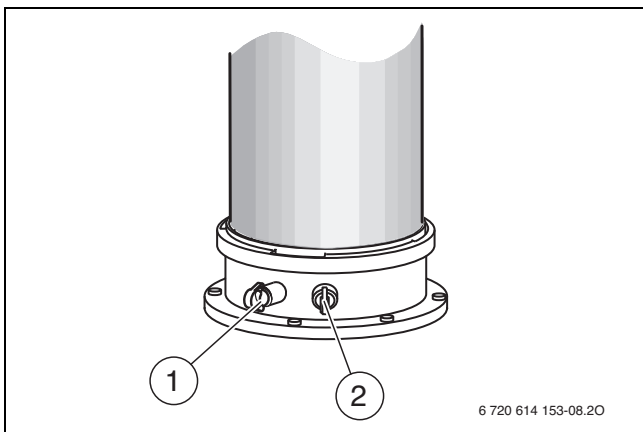

Bild 109 Abgasmessstutzen und Verbrennungsluft-Messstutzen
- ▶ Stopfen am Verbrennungsluft-Messstutzen (→ Bild 109, [2]) entfernen.
- ▶ Stopfen am Abgasmessstutzen (→ Bild 109, [1]) entfernen.